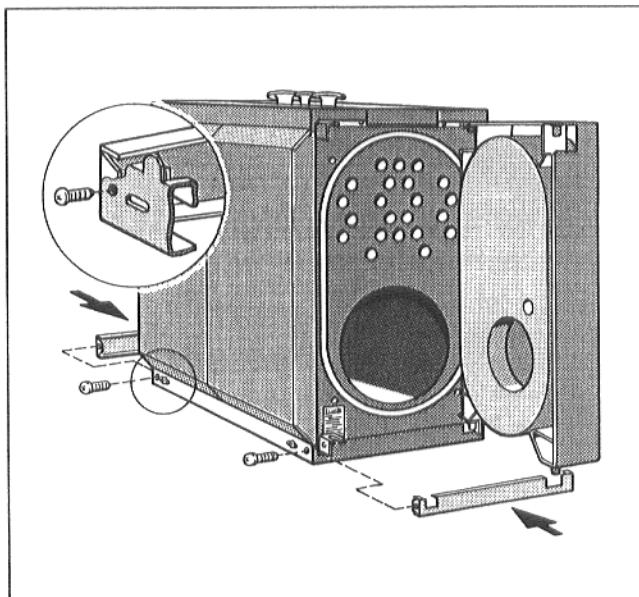

Рис. 14 Принципиальная схема
- Привинтить переднюю и заднюю рамную планку к боковым рамным планкам, использовав для этого по 2 винта (Рис. 14).